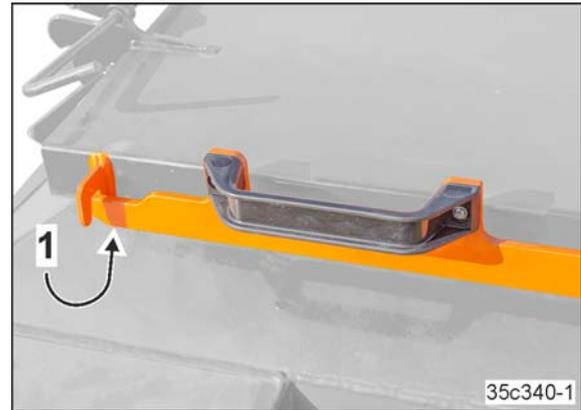

Fig. 231
- Den Hebel (Fig. 231/1) verriegeln.